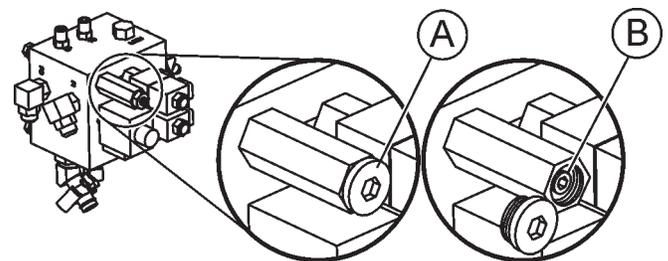

Abbildung 46. Neigungsdruck-Entlastungsventil
2. Bei **AUSGESCHALTETEM** Motor die Endabdeckung des Entlastungsventils (A, Abb. 46) entfernen.
3. Das Entlastungsventil (B, Abb. 46) mit einem Inbusschlüssel einstellen und die Endabdeckung wieder anbringen.